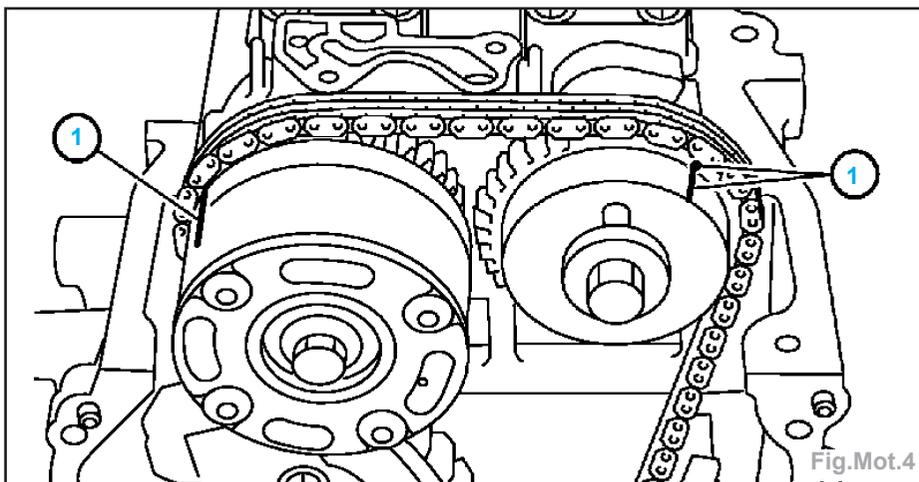

Fig.Mot.4
- s'assurer que les repères d'alignement (1) frappés sur les roues crantées d'admission et d'échappement sont tournés comme indiqué sur l'illustration (Fig.Mot.4).